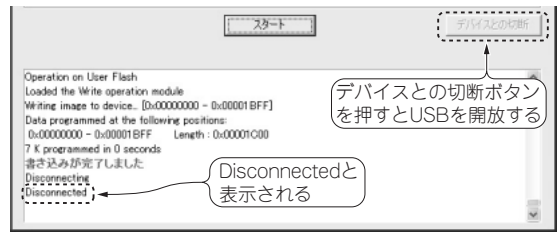

図11 書き込み後の切断
(9) FDTを終了するかまたは接続を解除します(図11)。
(10) MB電源を切ってジャンパJ1をオープンにします。